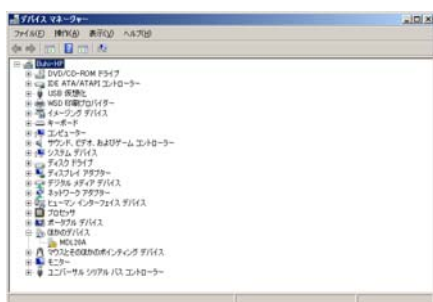

図 11. デバイスマネージャー画面
- ①Windows のデバイスマネージャーを起動します※1。
- ②図 11 のように MDL20A が『ほかのデバイス』として表示されています。これを右クリックして表示されるポップアップで『ドライバーソフトウェアの更新』をクリックしてください。